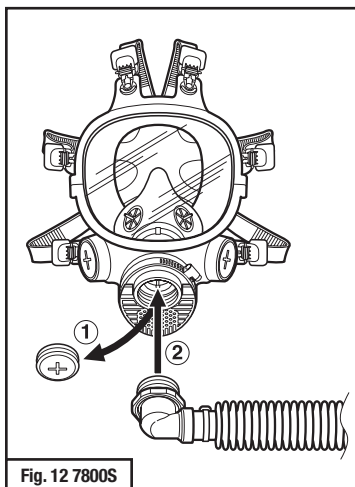

Fig. 12 7800S
2. Retire o plugue 7890 da 3M™ da **porta central** do respirador Facial Inteira. (Fig. 12 e 13).
4. Rosqueie a traqueia GVP-123 (parte que mostra um cotovelo de 90° da traqueia) na porta de entrada no centro no respirador facial inteira (Fig. 12 e 13).